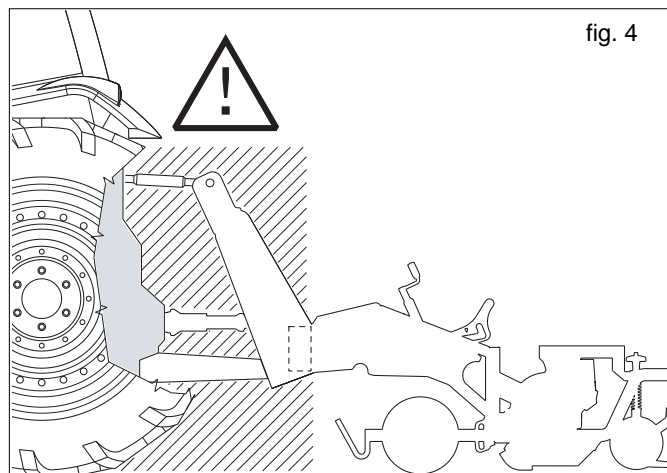

fig. 4
- 25) Es ist strengstens verboten zwischen den Schlepper und den Anschluß zu treten, um die Hubsteuerung von aussen zu betätigen (Abb. 4).
- 26) Es ist strengstens verboten, bei laufendem Motor und eingeschalteter Kardanwelle zwischen Schlepper und Gerät zu treten (Abb. 4).